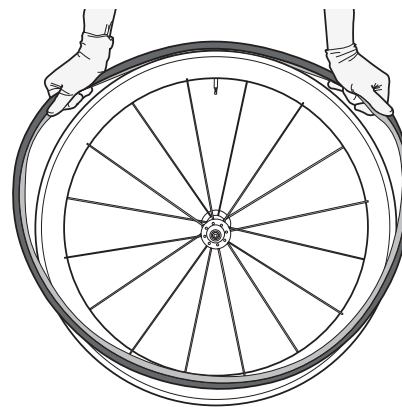

Figura 33.
6. Com as mãos à direita e à esquerda da válvula, pegue na banda de rodagem e na parede lateral do pneu e pressione para baixo enquanto pressiona o pneu no perfil do aro (Figura 33 e 34).